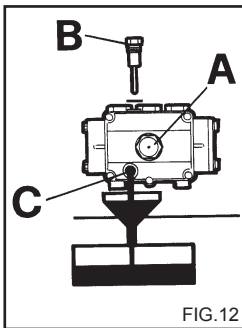

FIG.12
- 2) Desatarraxe a tampa com a vareta de controlo do nível (fig. 12).